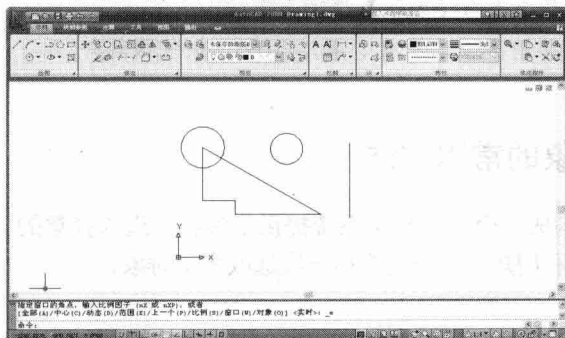

图1-8 缩小图形
12. 单击程序窗口下方的  按钮，使用实时缩放选项，鼠标光标变成放大镜形状 ，此时按住鼠标左键向下拖动光标，图形缩小，如图 1-8 所示，按 **[Esc]** 键或 **[Enter]** 键退出。